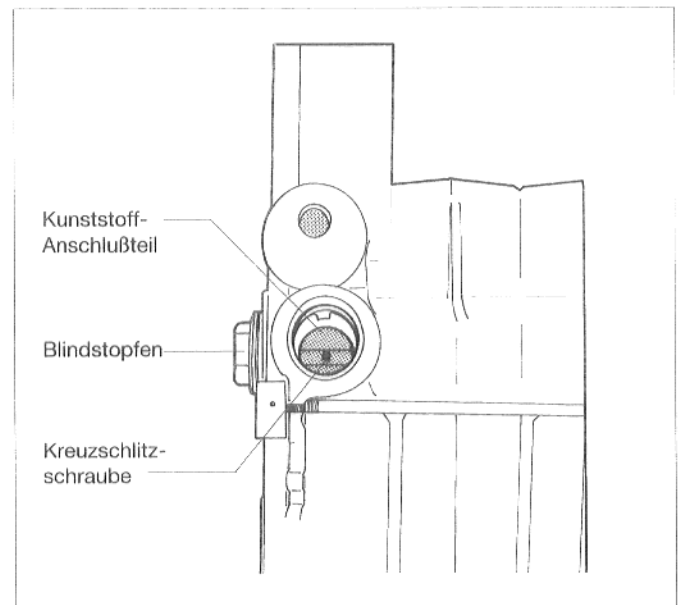

Abb. 10
- Die vier vorher entfernten Blindstopfen mit neuen Dichtungen wieder in die Endglieder einschrauben (Abb. 10).